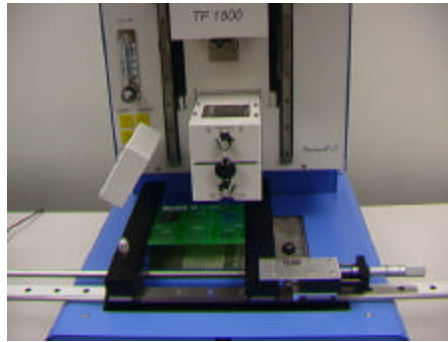

Figura 16
- vii. Estrarre la telecamera (Figura 16).